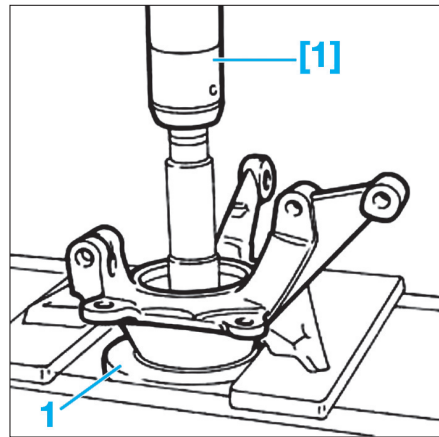

Fig. 24
- Détacher la rotule du bras inférieur (4).
- Déposer les boulons (5) qui fixent le moyeu à l'amortisseur.
- [1]. Presse hydraulique (Fig.24).
- A l'aide d'une presse [1], déposer le moyeu de roue (1) avec la bague interne du roulement (Fig.24).